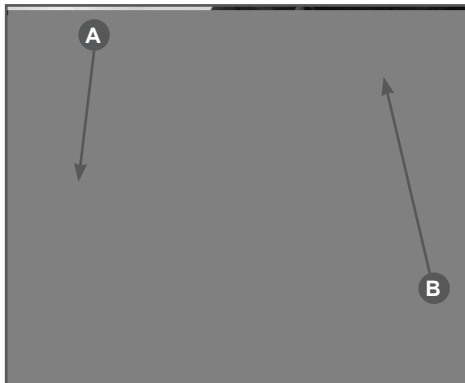

Рис.10 Положение рук при работе вдвоем
7. Бурение скважин диаметром более 150 мм или глубиной более 1 м рекомендуется проводить вдвоем, силами оператора и помощника. Оператор (А) направляет мотобур (Рис. 10), удерживая его за рукоятку с курком газа и раму. Помощник (В) помогает ему и направляет мотобур, удерживая его за другую рукоятку и раму, находясь с противоположной стороны.